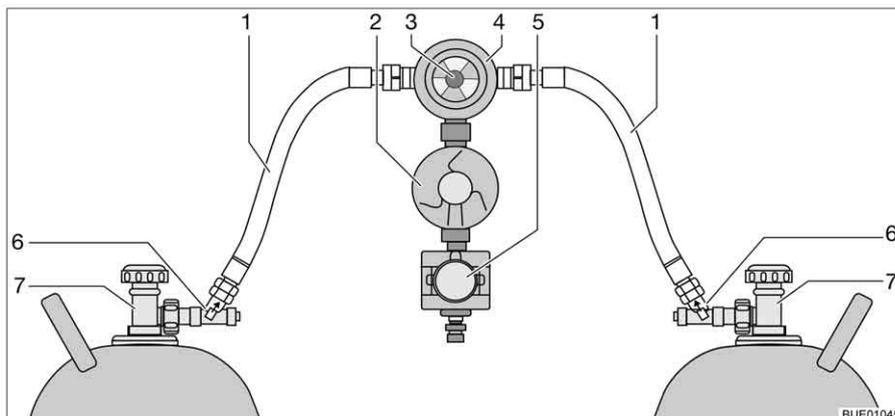

Fig. 117 Instalación de conmutación Crash Protection Unit
La Crash Protection Unit se compone de dos restrictores de desbloqueo manual (Fig. 117,6), una válvula selectora (Fig. 117,4) con regulador de presión (Fig. 117,2), una electroválvula (Fig. 117,5) y la unidad de mando con LED de tres colores. La válvula selectora está montada entre las dos gomas del gas (Fig. 117,1).
Con el botón giratorio (Fig. 117,3) en la válvula selectora se puede determinar cuál de las bombonas de gas se utilizará como bomba de servicio y cuál bomba de gas como bomba de reserva.
En la unidad de mando (Fig. 118) únicamente pueden conmutarse las funciones eléctricas. Las llaves de paso principales de las bombonas de gas (Fig. 117,7) y los desbloques (Fig. 117,6) deben abrirse a mano.
- Abrir las llaves de paso principales en las bombonas de gas (Fig. 117,7).
- Pulsar los desbloques (Fig. 117,6), uno tras otro, durante 10 segundos.
- Con el botón giratorio (Fig. 117,3) en la válvula selectora (Fig. 117,4), seleccionar la bombona de gas de la que habrá de tomarse el gas principalmente (bombona de servicio).
- Cerrar las llaves de paso principales en las bombonas de gas (Fig. 117,7).